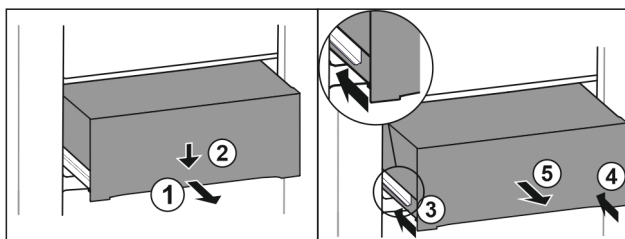

Fig. 80
- ▶ Wyciągnąć szufladę do połowy. Fig. 80 (1)
- ▶ Popchnąć szufladę z przodu w dół. Fig. 80 (2)
- ▶ Wsunąć lewą szynę o ok. 2 cm. Fig. 80 (3)
- ▶ Wsunąć prawą szynę o ok. 2 cm. Fig. 80 (4)
- ▶ Wyjąć szufladę do przodu. Fig. 80 (5)